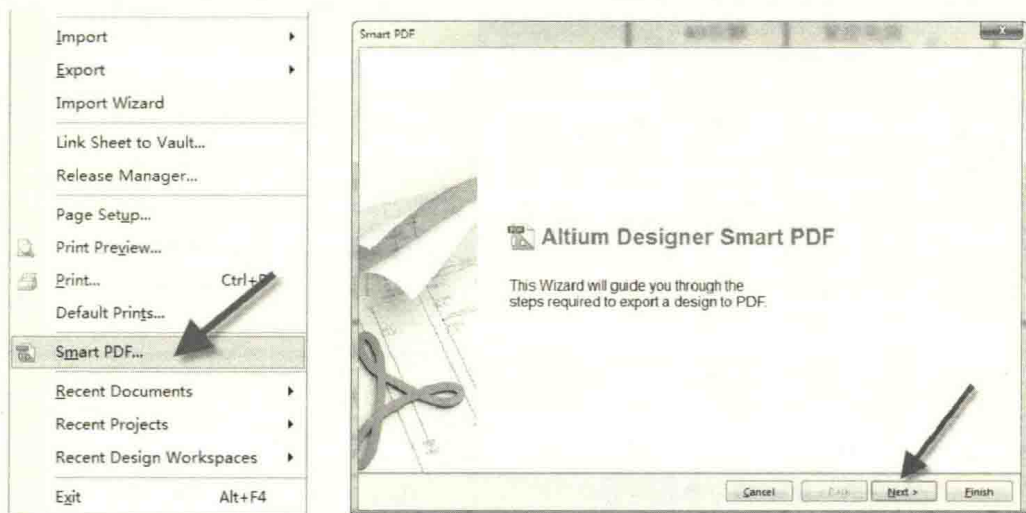

图 4-104 进入 PDF 的创建向导
(1) 执行菜单命令“File-Smart PDF”，进入 PDF 的创建向导，如图 4-104 所示，一般根据向导来进行设置。